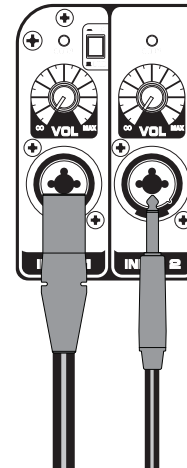

figure 2
4. Raccorder soit un signal d'entrée de ligne entre votre table de mixage (ou autre source de signal audio) ou un microphone et le jack d'Entrée 1, soit un signal d'entrée de ligne vers le jack d'Entrée 2 sur la façade arrière de l'Auro X12D/X15D (figure 2). Si l'on utilise un microphone, amener le Sélecteur Mic/Line sur micro.